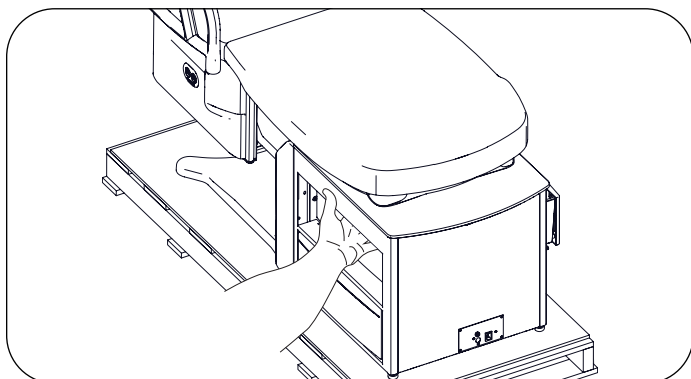
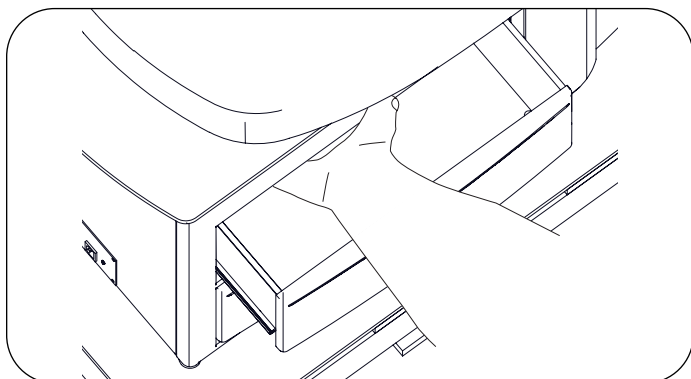
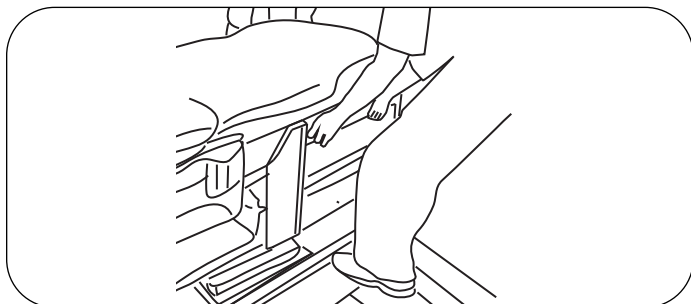

Figure 19. Prise de main arrière gauche
Figure 20. Prise de main arrière droite
Figure 21. Points de levage arrière
20. Les points de levage arrière sont les ouvertures du tiroir traversant arrière supérieur, sur les côtés gauche et droit (Figure 19, Figure 20, Figure 21).